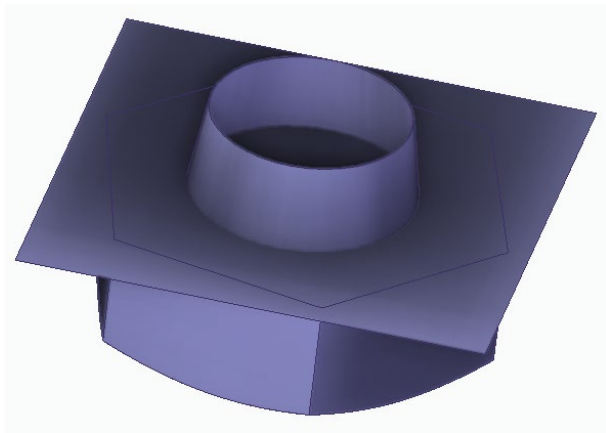

Рис. 2.7. Результат первичной обработки поверхностей
3. Обрабатываем поверхности с помощью команд продления, усечения, обрезки до пересечения поверхности, см. рис. 2.7.